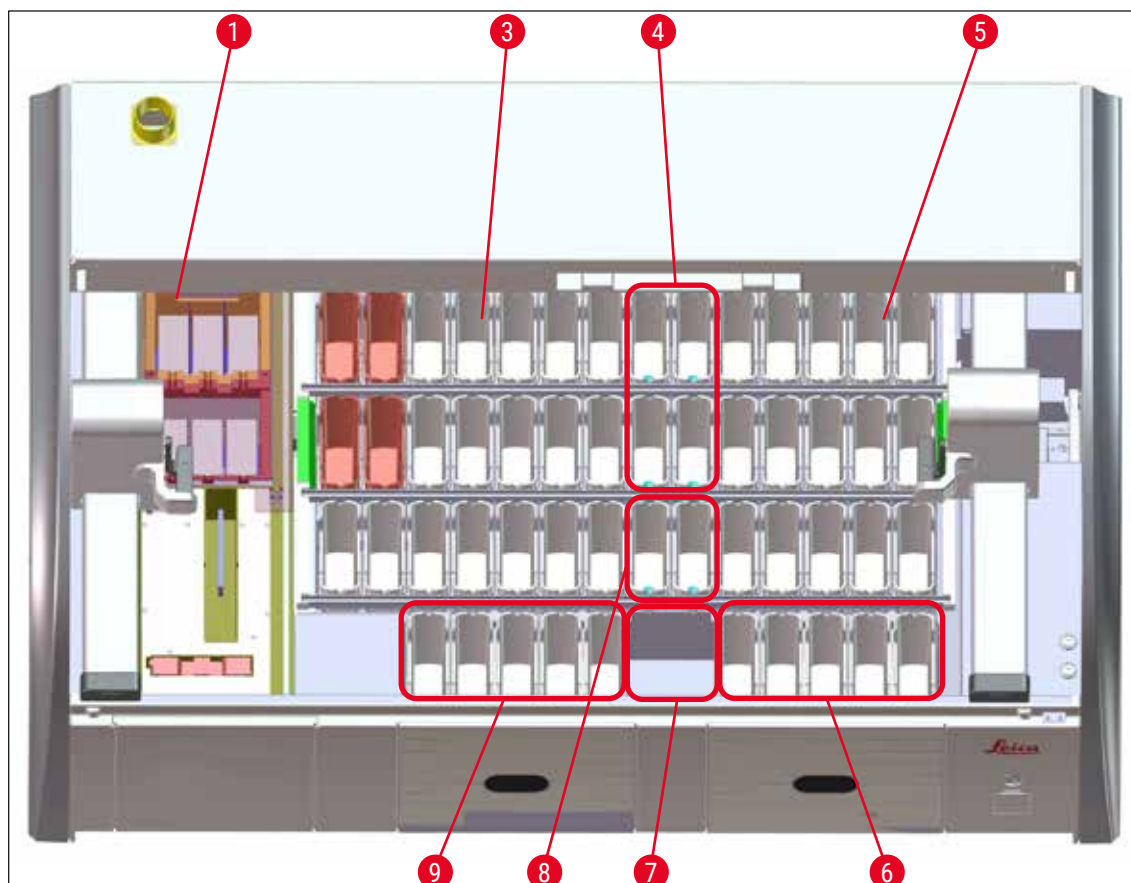

Fig. 65
- Stațiile dublate trebuie să se afle pe aceeași parte a panoului de cuve (→ "Fig. 40") (→ "Fig. 65"), în caz contrar nu se poate salva reglajul adus Configbaie.
- (→ "Fig. 65") prezintă o perspectivă generală asupra diverselor stații din panoul de cuve.